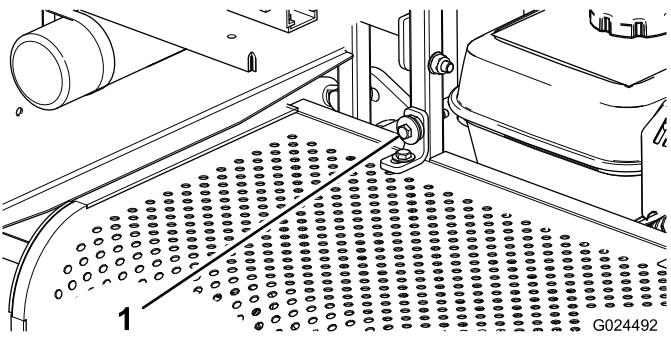

Figura 22
1. Retire el perno de montaje y la cubierta trasera (Figura 22).